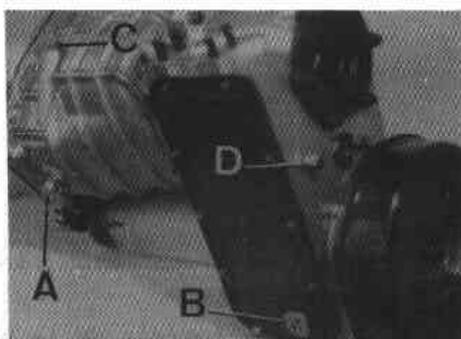

Fig. C1-11 Vaciado del aceite
2.2. Quitar el tapón de vaciado, A (Fig. C1-11) de la caja de velocidades y, B, de la caja reductora.
3.1. Desmontar los taponos de llenado, C y D (Fig. C1-11).